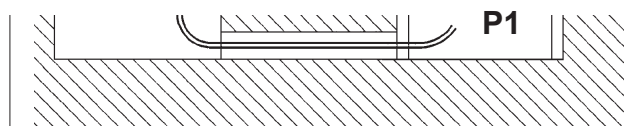

Fig. 2
- Enlever l'emballage, positionner (voir le schéma d'installation) le chemin de roulement P1 à l'intérieur de la fosse du chemin de roulement P2 sur des entretoises de manière à permettre l'introduction des tuyaux hydrauliques dans les canalisations au sol (fig.2).